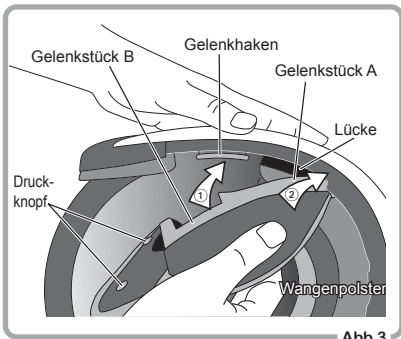

Abb.3
- 2 Haken Sie das Gelenkstück B wie in Abb. 3 gezeigt in den Haken ein.